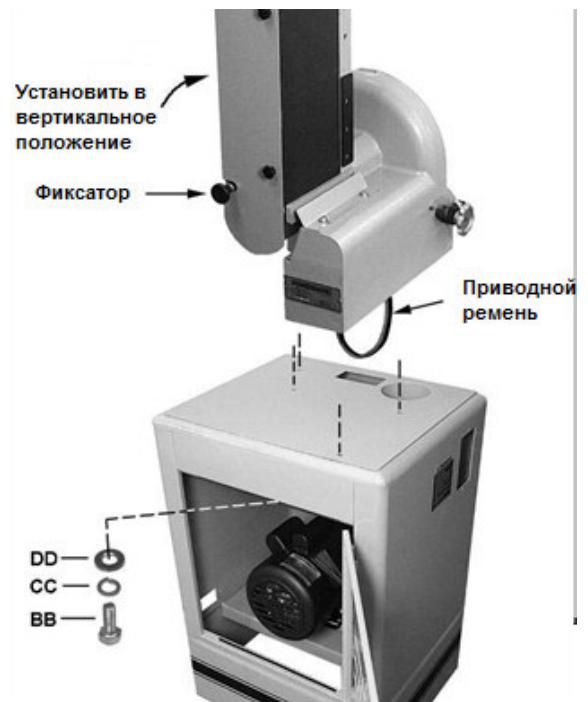

Рис. 5
См. Рис. 5:
2. Поставка станка производится при горизонтальном положении ленточного механизма. Потяните фиксатор и установите механизм в вертикальное положение (см. Рис. 5). Вертикальное положение механизма позволит лучше отбалансировать станок при установке на основание. Верните фиксатор в прежнее положение и убедитесь, что ленточный механизм зафиксирован.
3. Установите станок на основание строго, как показано на рис. 5. Также удостоверьтесь, что свободный конец приводного ремня под диском протяннут через прямоугольное отверстие в основании.
4. Прикрутите станок к основанию с помощью четырех винтов с шестигранной головкой M8 x 25 (ВВ), четырех стопорных шайб M8 (СС) и четырех плоских шайб M8 (DD). ПРИМЕЧАНИЕ: сначала закрутите винты вручную. После установки всех четырех винтов окончательно затяните их с помощью ключа 13 мм.